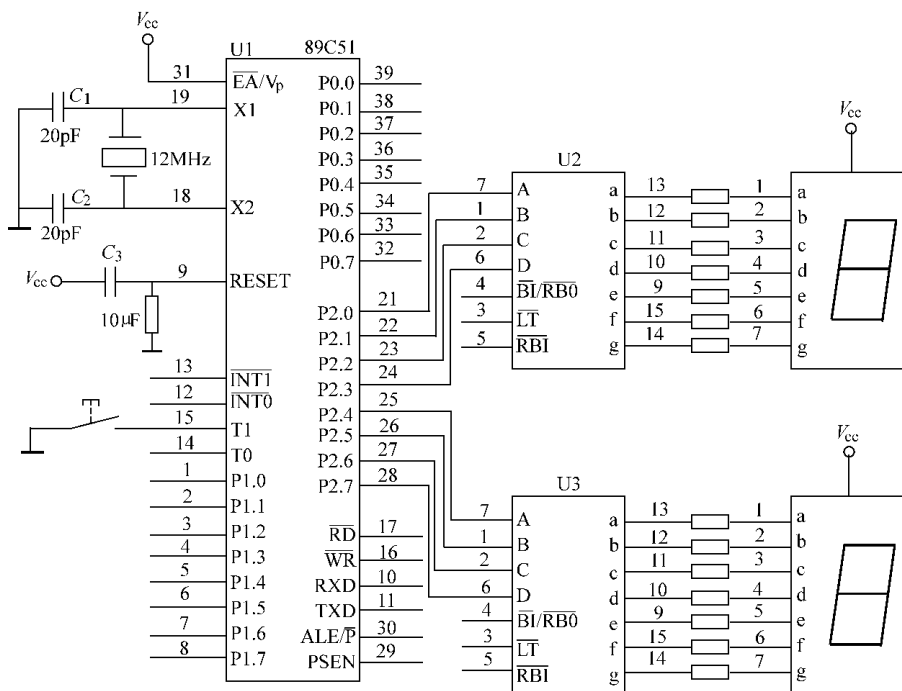

图 10-4 99s 马表电路图
1. 图 10-4 是利用单片机通过 BCD 码译码/驱动芯片 7447 (U₂、U₃) 驱动两个共阳极 LED 数码管实现 99s 马表电路图。图中由 T₁ 引脚连接的按键: 控制/停止/归零显示时间值, 即: 开始时两位数码管显示“00”, 第一次按键后就开始计时; 第二次按键后计时停止; 第三次按键后计时归零。试编写功能实现程序。